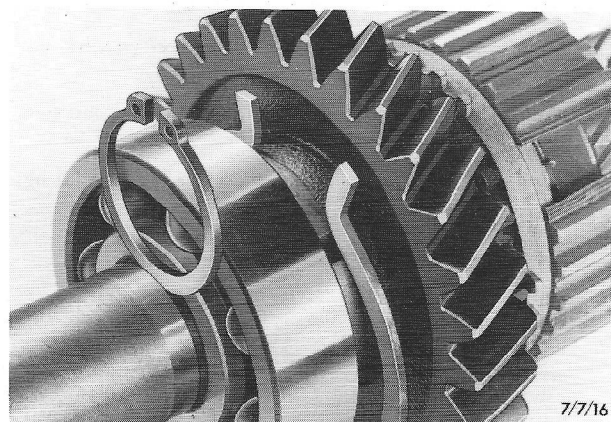

Fig.142 2e Versnellingstandwiel samen met synchroiseerring en drukring op de as schuiven.
29. Schuif het 2e versnellingstandwiel, tezamen met de synchroiseerring en de drukring op de hoofdas en monteer vervolgens de borgveer (fig.142).